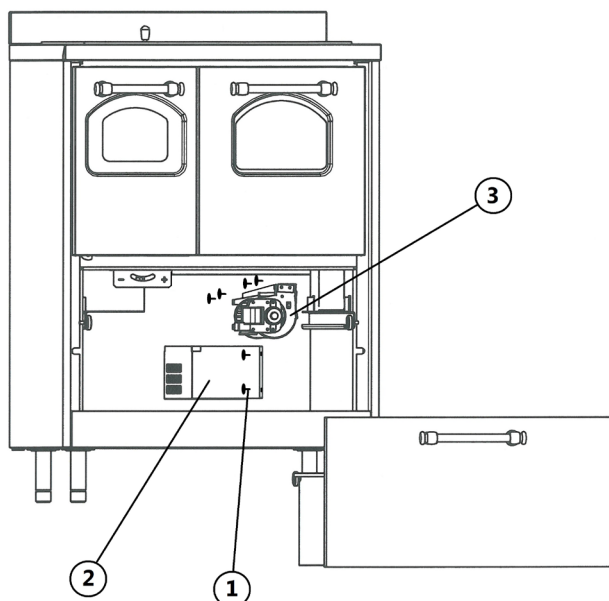

Fig. 17 - Remplacement du ventilateur
LÉGENDE Fig. 17 à page 46
- Dévisser les 4 vis situées sur les côtés du carter de protection du ventilateur (voir **Fig. 17 à page 46**).